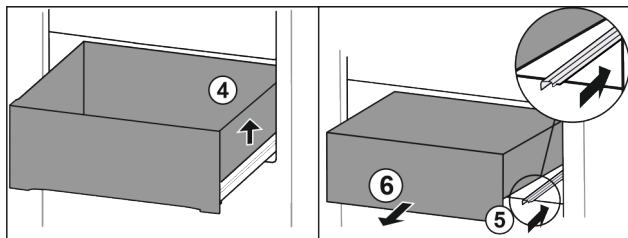

Fig. 24
- Nadvihnite zásuvku doprava. Fig. 24 (4)
- Zasuňte pravú koľajničku. Fig. 24 (5)
- Odoberte zásuvku dopredu. Fig. 24 (6)